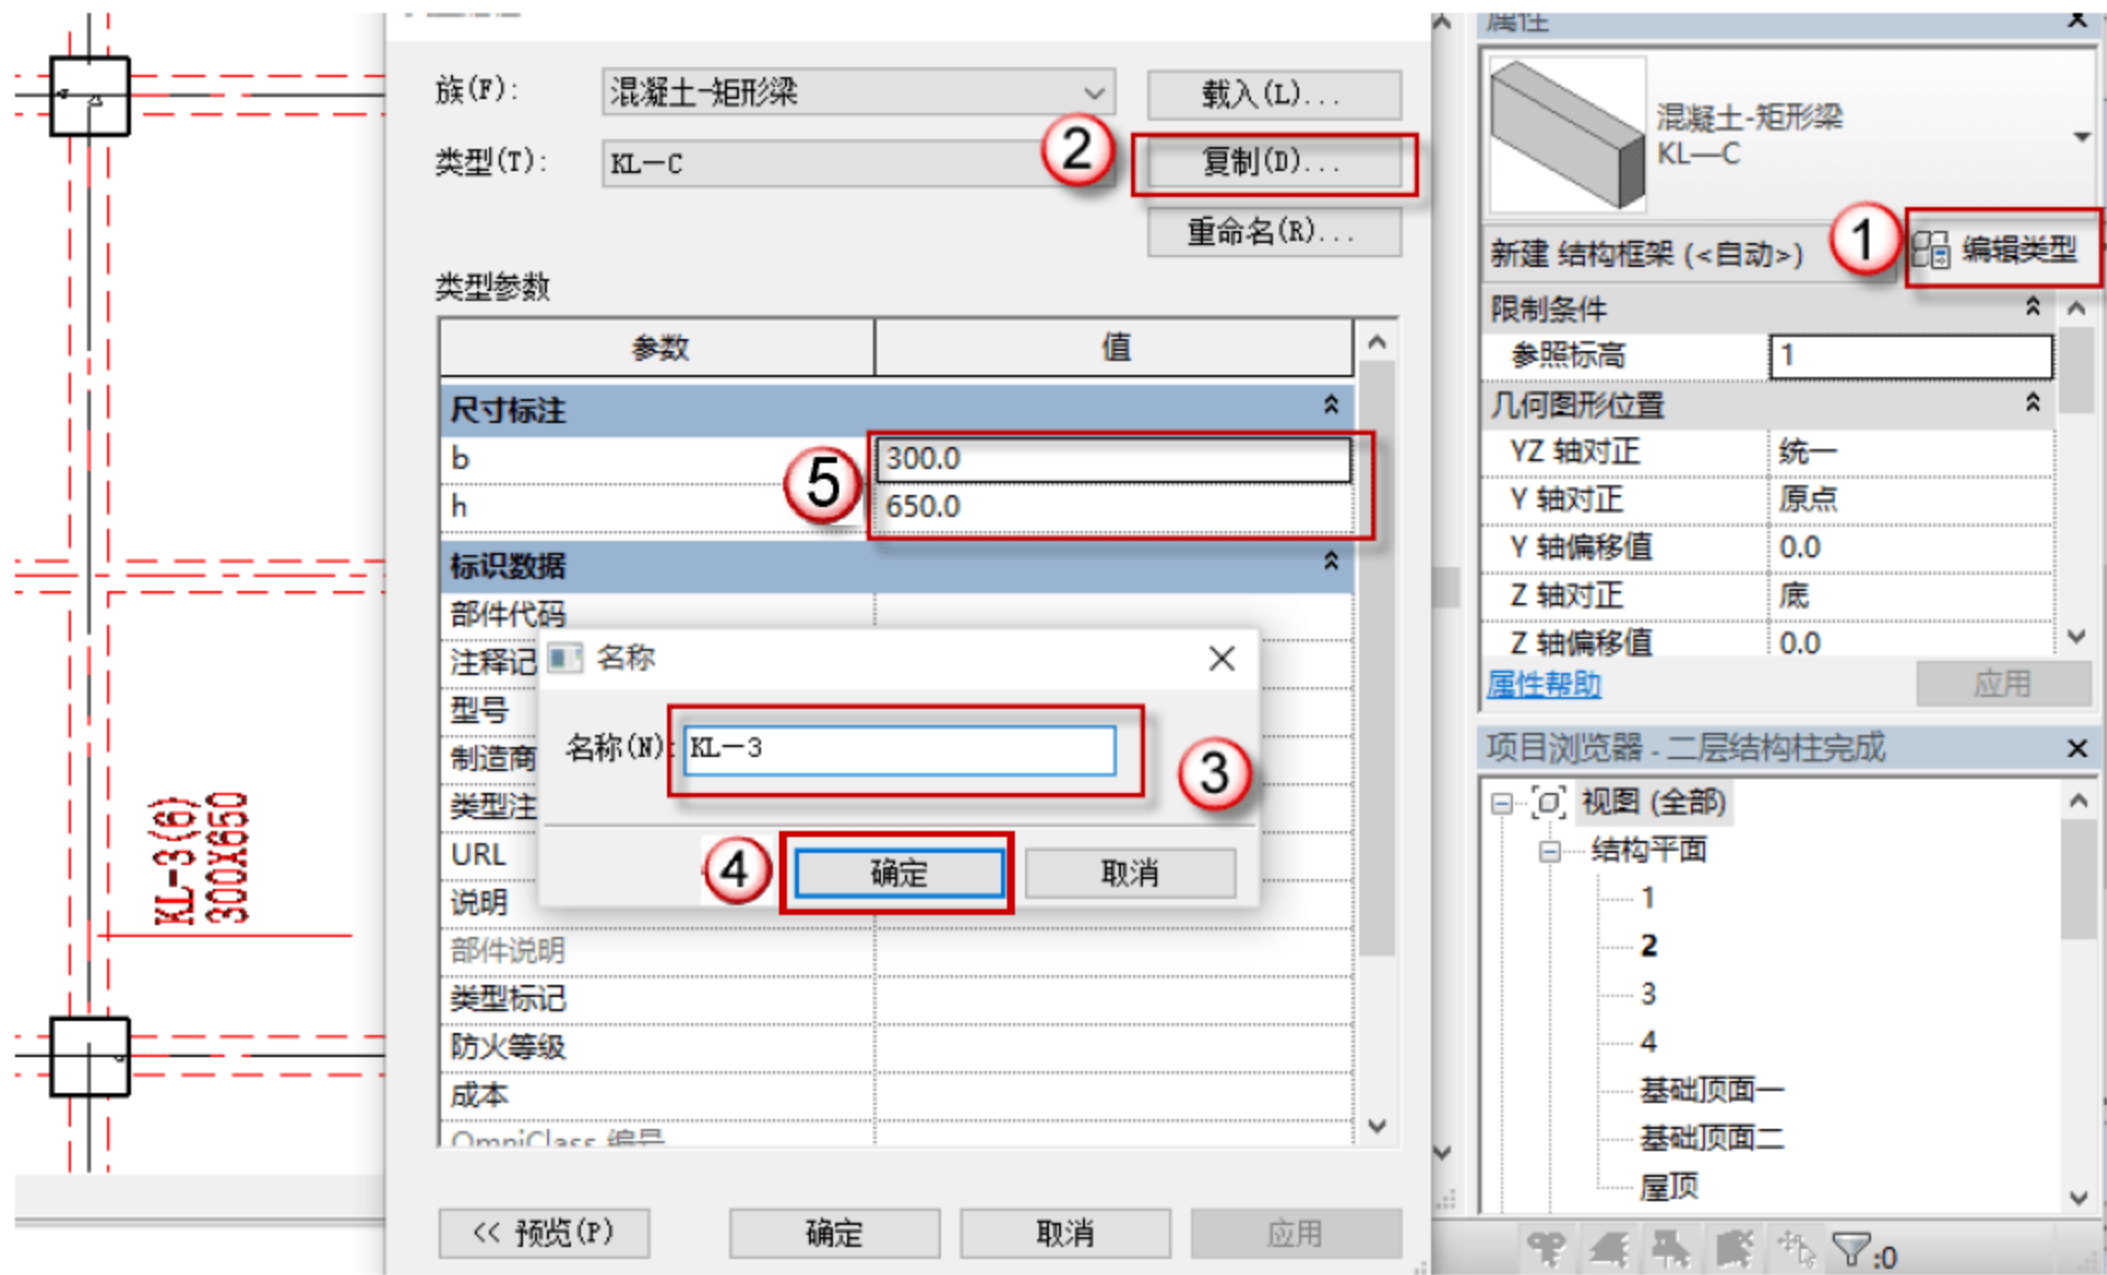

图 4.2.33 设置 KL-3 参数
- (8) 设置矩形梁 KL-3 参数，按快捷键 B+M，出现绘制的界面，单击“编辑类型”按钮，在弹出的对话框中单击“复制”按钮，再在弹出的对话框中命名新的族 KL-3，单击“确定”按钮。在“尺寸标注”栏设置参数，如图 4.2.33 所示。